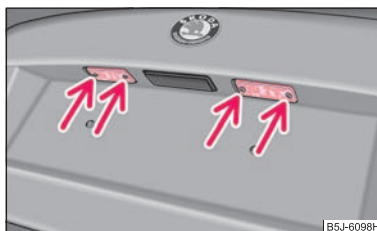

Fig. 174 Demontarea lămpii numărului de înmatriculare
- Deschideți capacul portbagajului și deșurubați geamul lămpii ⇒ fig. 174.